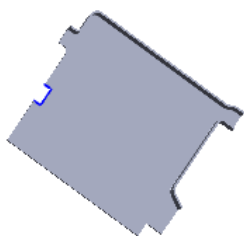
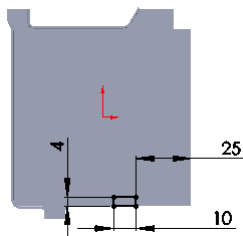

图 7.6.19 切除-拉伸 1
图 7.6.20 横断面草图
Step13. 创建图 7.6.19 所示的钣金特征——切除-拉伸 1。选择下拉菜单 **插入(I)** → **切除(C)** → **拉伸(E)...** 命令; 选取前视基准面为草图基准面, 绘制图 7.6.20 所示的横断面草图; 在 **方向1** 区域中选中 ☒ **与厚度相等(L)** 复选框与 ☒ **正交切除(N)** 复选框, 其他参数为默认设置值; 单击 按钮, 完成切除-拉伸 1 的创建。